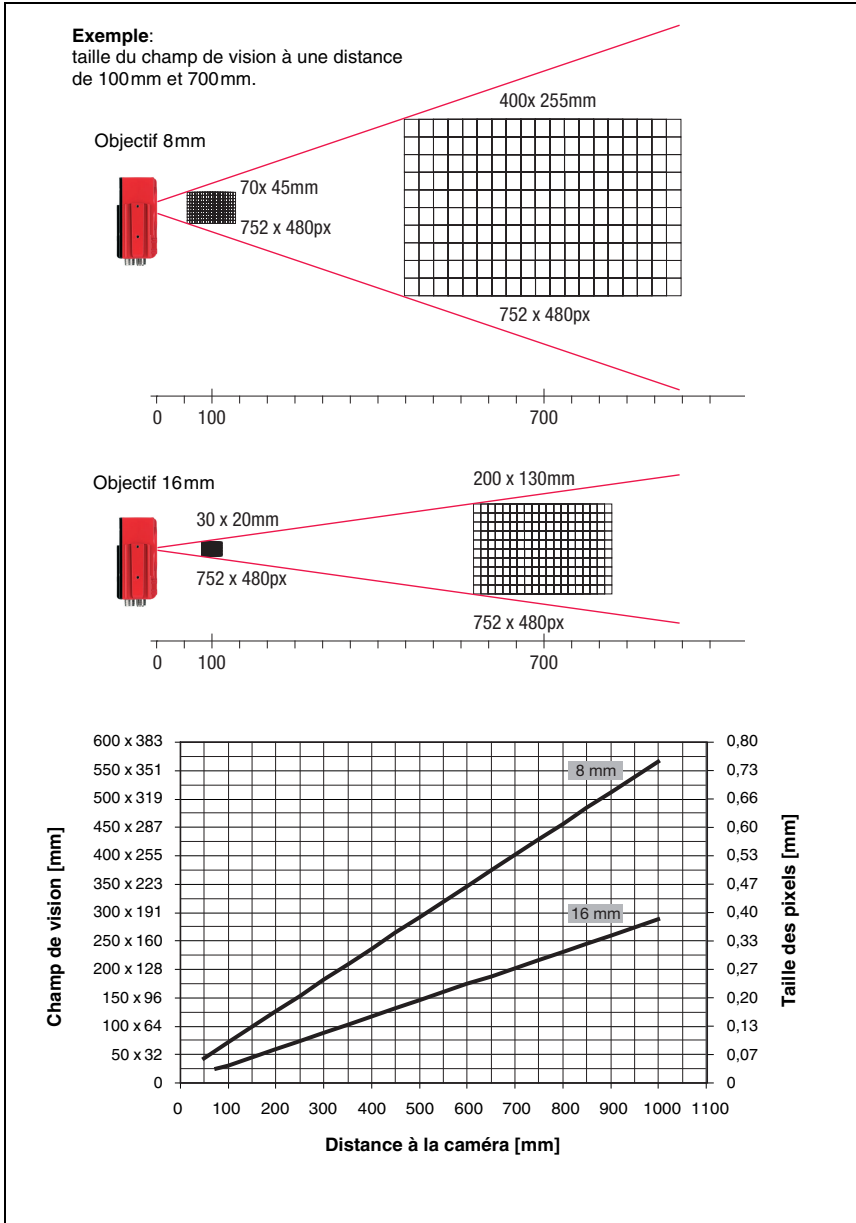
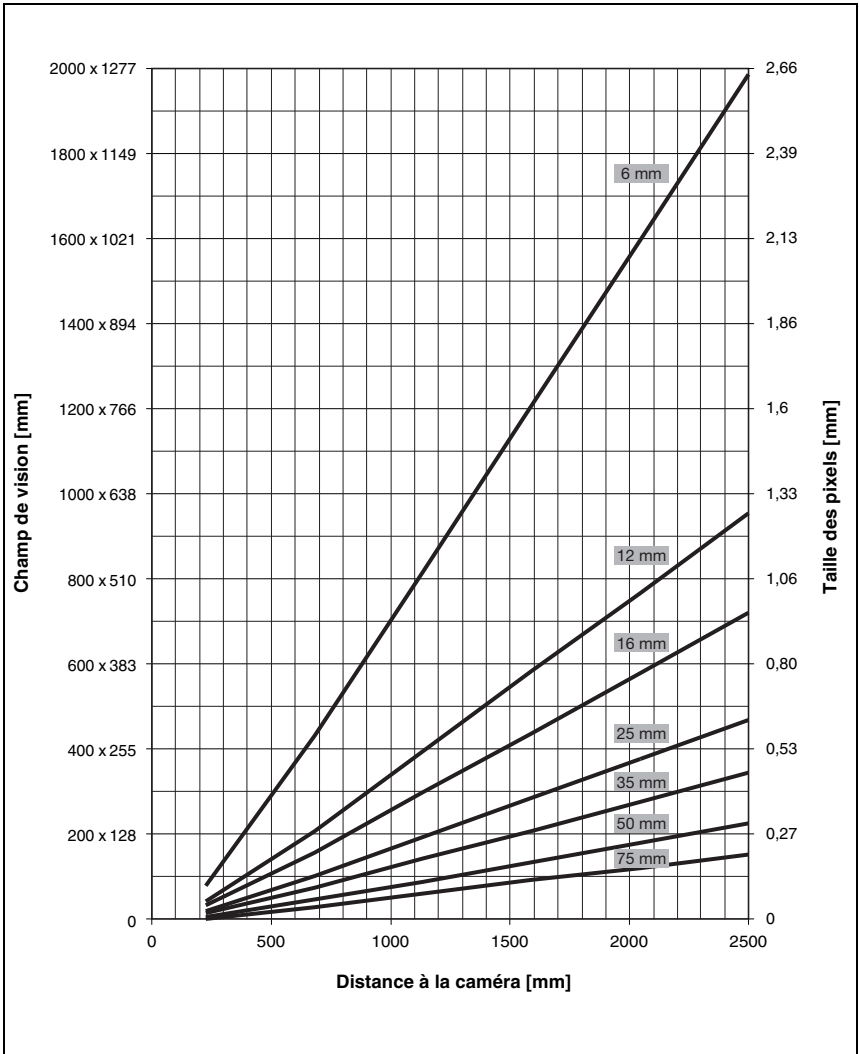

Figure 4.6 : Distance à la caméra / champ de vision - Appareils standard
Figure 4.7 : Distance à la caméra / champ de vision - Variantes d'appareils pour objectifs interchangeables à monture C
- La distance à la caméra résultant du champ de vision concerné (voir figure 4.6 page 22 ou figure 4.7 page 23).
La figure 4.6 et la figure 4.7 pour les variantes d'appareils à monture C montrent le rapport entre la distance à la caméra et le champ de vision en résultant.
Le diagramme figure 4.6 montre la dépendance entre la distance à la caméra (= distance entre l'arête avant de la caméra et l'objet) et le champ de vision pour les appareils standard de distance focale de 8mm et 16mm. La figure 4.7 montre ce rapport pour les variantes d'appareils à monture C.